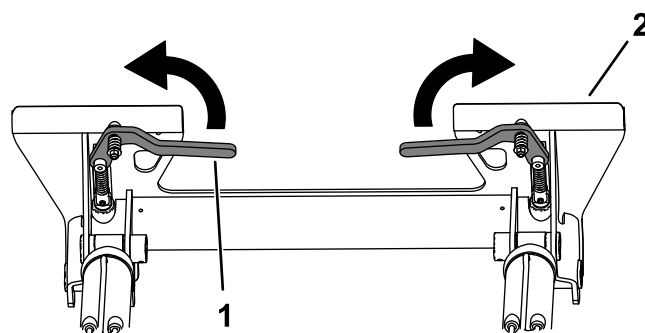

Figura 28
2. Gire las palancas de enganche rápido hacia fuera para elevar los pasadores de enganche rápido (Figura 28).